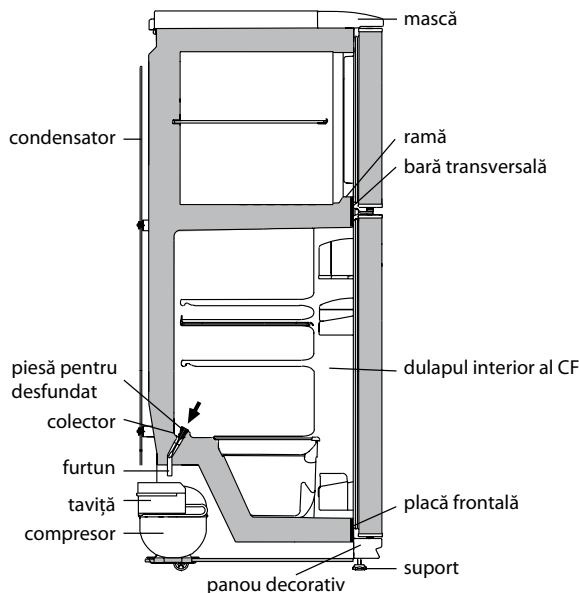

Figura 4 — Schema scurgerii apei provenite din dezghețarea CF
2.2.1 În CF funcționează un sistem automat de dezghețare. Bruma, care apare pe perețele din spate a CF, după deconectarea compresorului care lucrează în ciclu, se topește și se transformă în picături de apă. Picăturile de apă provenită din dezghețare se scurg în colector, apoi prin gaura acestuia și prin furtun - în tavița de pe compresor, în conformitate cu figura 4 și se evaporă. Gaura colectorului este dotată cu o piesă pentru prevenirea înfundării sistemului de drenaj.
Prezența apei în colector indică înfundarea sistemului de drenaj. Pentru eliminarea înfundării folosiți piesa corespunzătoare și curățați gaura colectorului, astfel ca apa să se scurgă liber în taviță, apoi spălați piesa și instalați-o în conformitate cu figura 4.
SE INTERZICE să exploatați frigiderul cu sistemul de scurgere înfundat. Apa care a apărut pe fundul CF sau care a ajuns în locul de alăturare a barei transversale și a dulapului interior al CF, în conformitate cu figura 4, poate provoca coroziunea dulapului exterior al frigiderului și elementelor agregatului frigorific, defectarea izolației termice, formarea crăpăturilor dulapului interior și defecțiunea frigiderului.
ATENȚIE! Nu permiteți scurgerea apei provenite din dezgheț din CC la decongelarea și curățarea acestuia, deoarece ea, pătrunzând în locul de alăturare a barei transversale și a ramei CC, în conformitate cu figura 4, poate provoca coroziunea dulapului exterior al frigiderului și a elementelor agregatului frigorific, defectarea izolației termice, formarea crăpăturilor ramei și defecțiunea dulapului frigiderului.